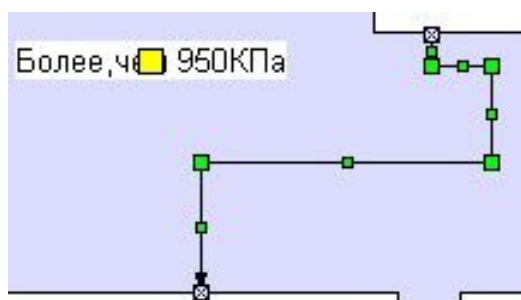

Рис. 6.74
- При перемещении середины отрезка, соединяющего угол и точку привязки, образуется новый угол на расстоянии  $\frac{1}{4}$  длины отрезка от точки привязки (Рис. 6.74).